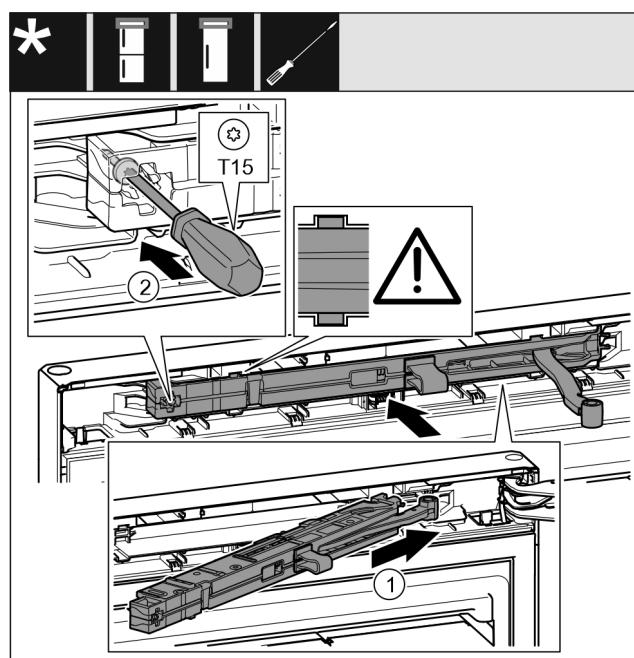

Fig. 23
- Schließdämpfereinheit Fig. 23 (1) auf der Lagerbockseite bis zum Anschlag schräg in die Aussparung einschieben.
- Schraube Fig. 23 (2) mit einem Schraubendreher fest-schrauben.